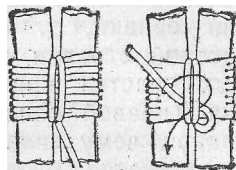

Рис. 133. Бензель с крыжом.
*Бензель с крыжом* (рис. 133). Самый распространенный из всех бензелей. Применяется обычно в том случае, когда два троса не примыкают друг к другу вплотную, например на стропе блока или стропе с коушем. Начало выполнения бензеля ничем не отличается от вышеописанного. Но после наложения шлагов шилом делают отверстие между стянутыми тросами, проводят туда свободный конец и шлаг бензеля стягивают так называемым *крыжом*, для чего лить дважды проводят между тросами вокруг шлагов бензеля. Дальнейший ход работы показан на рисунке. Свободный конец лить пробивают справа налево под крыжом и резко затягивают между скрепленными тросами, затем конец пробивают справа налево под правой частью крыжа и выводят между тросами. На конце крепко завязывают узел, подобный простому узлу, и конец коротко обрезают. Бензель можно наклады-
Небольшие бензели легко выполняются с помощью парусной иглы и двойной вошеной парусной нитью, подобно марке. Нить закрепляют, проводя ее через середину одного из тросов, шлагами скрепляют оба троса и хорошо их обтягивают. Бензель завершают крыжом, как показано на рис. 133.